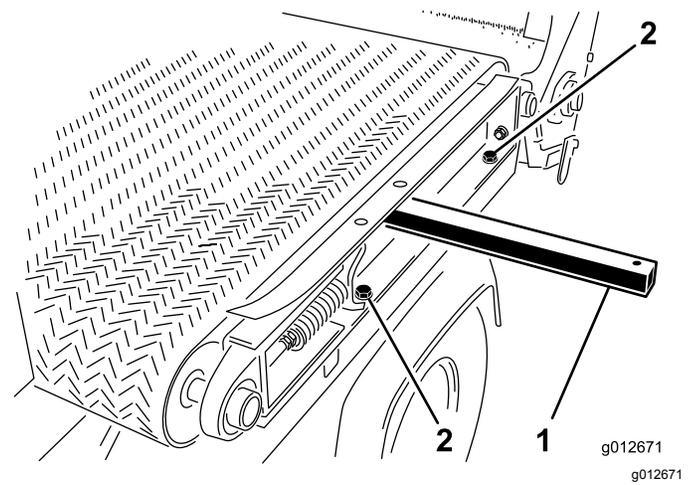

图30
1. 在机器左侧用在 拆除滑行滚道 \(页码 18\)中卸下的 2 个平头螺丝和 2 个垫圈将滑行机架轨道安装到左挡泥板 图30并拧紧螺丝。